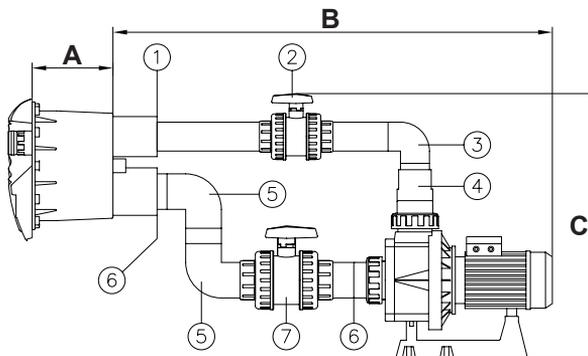

Fig. 6
- Verbinden Sie die Reduzierhülse von 75x63 mm (Nr.1, Fig.6) im Anschluß für den Antrieb des Gehäuses (siehe Fig. 6).
- Verbinden Sie ein Rohr $\varnothing 63$ mm (*) mit der Reduzierhülse (Nr.1, Fig. 6).
- Verbinden Sie das Ventil $\varnothing 63$ mm (Nr.2, Fig. 6) mit dem Rohr $\varnothing 63$ mm (*).
- Verbinden Sie das Rohr $\varnothing 63$ mm (*) mit dem Ventil $\varnothing 63$ mm (Nr.2, Fig. 6).
- Verbinden Sie den Rohrkrümmer $\varnothing 63$ mm (Nr.3, Fig. 6) mit dem Rohr $\varnothing 63$ mm (*).
- Verbinden Sie das Rohr $\varnothing 63$ mm (*) mit dem Rohrkrümmer (Nr.3, Fig.6).
- Verbinden Sie die konische Reduzierung von 90/75/63 mm (Nr.4, Fig. 6) mit dem Rohr $\varnothing 63$ mm (*) und mit der Rohrverschraubung der Pumpe $\varnothing 90$ mm.
- Verbinden Sie die Reduzierhülse von 75x63 mm (Nr.6, Fig.6) im Anschluß für die Ansaugung des Gehäuses (siehe Fig. 6).
- Benutzen Sie ein Rohr von $\varnothing 75$ mm (*) und schließen Sie damit einen Rohrkrümmer $\varnothing 75$ mm (Nr.5, Fig.6) an die Reduzierhülse (Nr.6, Fig.6) an.
- Mit einem Rohr von $\varnothing 75$ mm (*) vereinen wir nun den anderen Rohrkrümmer von $\varnothing 75$ mm (Nr.5, Fig.6) mit dem schon verklebten Rohrkrümmer (siehe Fig. 6).
- Verbinden Sie das Ventil $\varnothing 75$ mm (Nr.7, Fig.6) mit dem Rohrkrümmer (Nr.5, Fig.6), indem Sie für den Anschluß ein Rohr von $\varnothing 75$ mm (*) benutzen.
- Verbinden Sie ein Rohr $\varnothing 75$ mm (*) mit dem Ventil (Nr.7, Fig. 6).
- Verbinden Sie eine Reduzierhülse von 90x75 mm (Nr.6, Fig.6) mit dem Rohr $\varnothing 75$ mm (*) und mit der Rohrverschraubung der Pumpe $\varnothing 90$ mm.